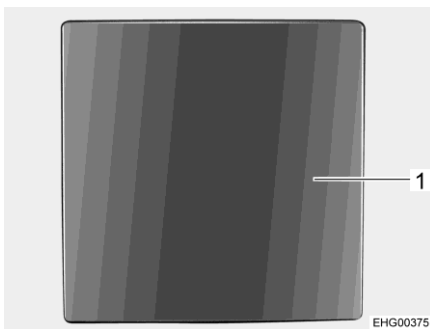

Bild 59 Tryckknapp
- Tryck på tryckknappen (Bild 59,1). Tryckknappen skjuts ut.